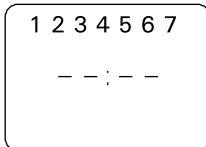

Рисунок 7
- нажмите кнопку программирования [Ch] один раз, после чего дисплей соответствует рисунку. (Рис. 7)